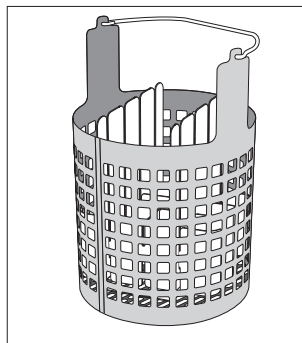

図7
- 2) 組み立てた仕切りスタンドをバスケットに入れます。（図7）